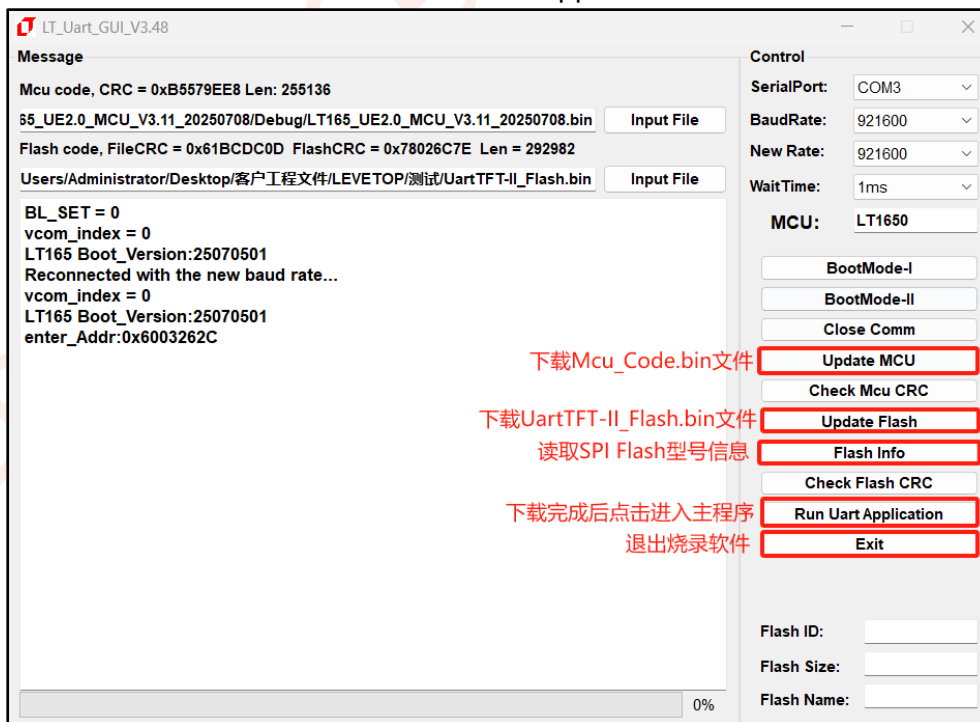
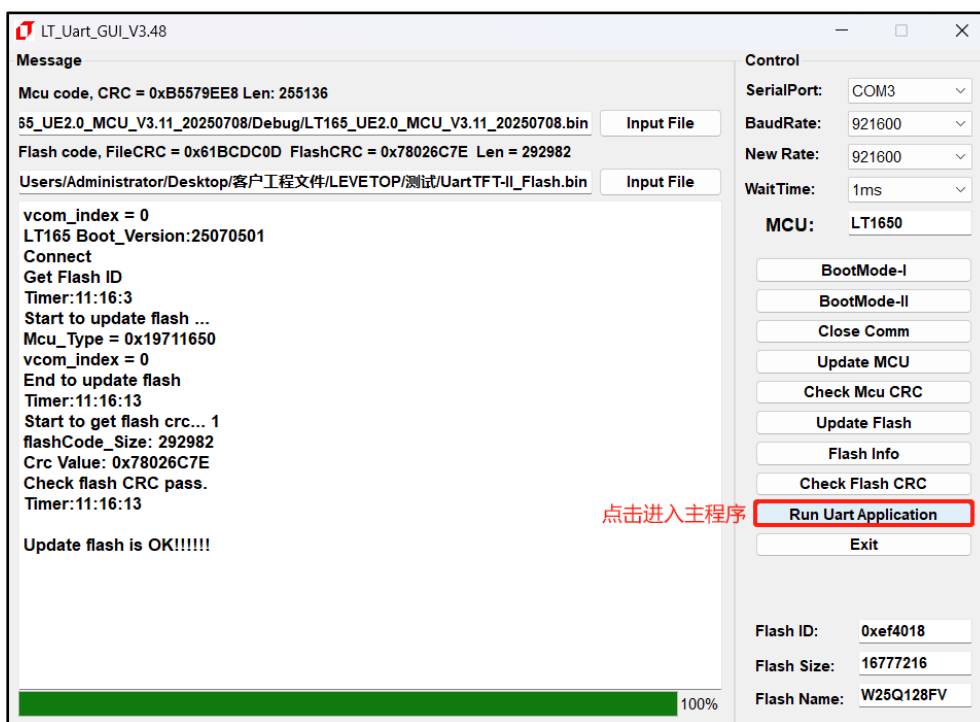

图 16-7: 串口升级软件界面说明
图 16-8：点击进入主程序
3、打开 LT_Uart_GUI_Vxxx 软件后, 检查 COM 口和 BaudRate 是否对应, 点击 Open Comm。然后选择对应的端口, 点击 Input File 添加需要烧录的 MCU_Code.bin 和 UartTFT_Flash.bin 工程文件, 需确保 BaudRate 为 115200, 再点击 Open Comm 打开口连接。BaudRate 若不是 115200 则无法连接, 建立连接后软件自动将下载速度调整至 921600。然后点击软件右侧 Update MCU 或者 Update Flash 进行更新, 如图 16-7 所示。更新完成后, 如图 16-8 所示, 最后点击 Run Uart Application 可跳转到主程序。